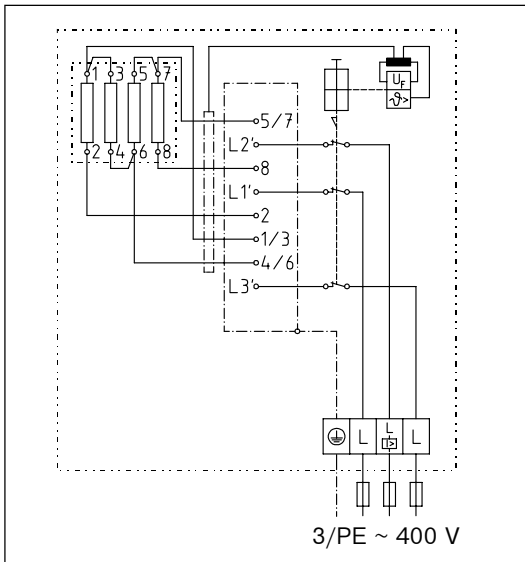
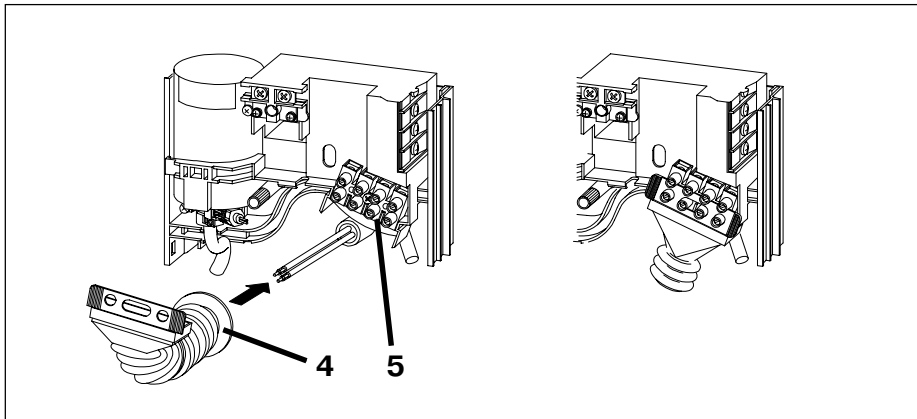

Рис. 16
Рис. 19
**⚠ Прибор должен быть подключен к контакту заземления (см.рис. 16)**
При поставке прибор подготовлен к электромонтажу в нижней части прибора (рис. 19)
Для защиты от проникающей воды следует применять для прокладки кабеля прилагаемую резиновую изолирующую трубку (поз. 4). Подключить соединительную линию к клеммной колодке (рис. 19, поз. 5) в соответствии с рис. 16.
Провести электрическое подключение в соответствии с рис. 16.